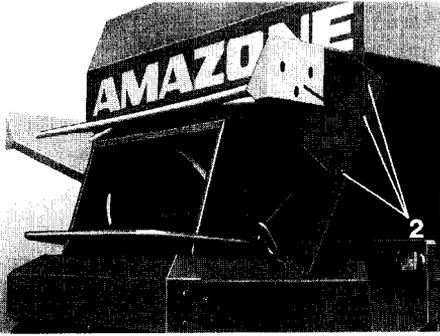
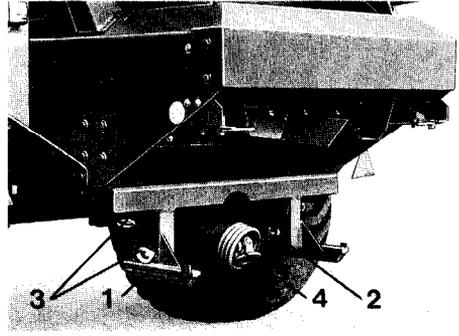
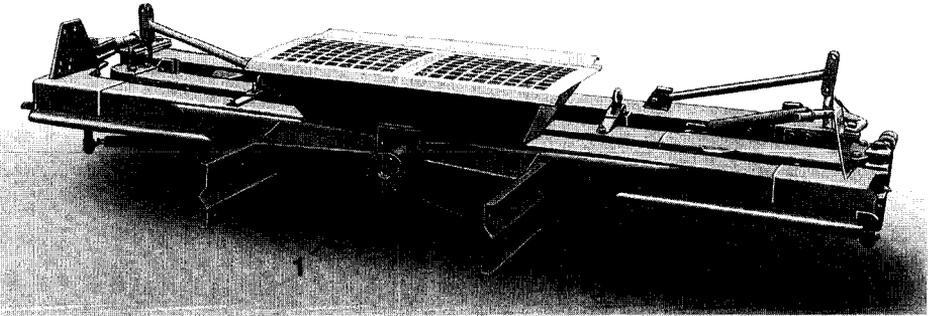
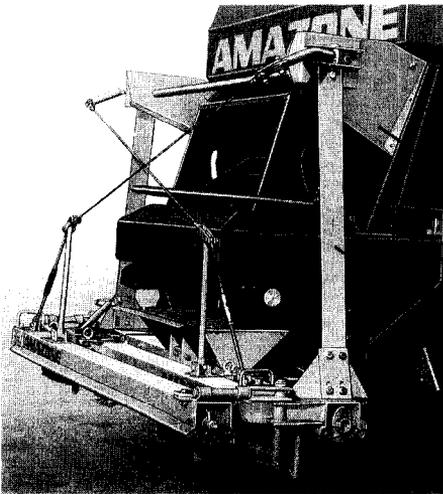

Fig. 74
Fig. 75
Fig. 76
Fig. 77
Zur Befestigung der Streuschnecke am ZG-B ist zunächst die Halterung (Fig. 74/1) mit jeweils 3 Skt.-Schrauben (Fig. 74/2) am Kasten des Großflächenstreuers anzuschrauben. Die Streuschnecke wird dann bis zum Anschlag in die Schnellkupplung (Fig. 75/1) des Großflächenstreuers eingeschoben. Die Streuschnecke ist mit Knebelschrauben (Fig. 75/2) und Ringmuttern (Fig. 75/3) zu sichern. Die Tragarme (Fig. 77/1) sind links und rechts an der Halterung (Fig. 77/2) so zu befestigen, daß die Streuschnecke waagrecht zur Aufstandsfläche hängt.
Die Gelenkwelle (Fig. 75/4) auf den Flansch (Fig. 76/1) des Streuschneckengetriebes aufstecken und mit drei Skt.-Schrauben fest anziehen.
**Achtung!** Der Großflächenstreuer darf **nicht** mit der Zapfwelle angetrieben werden, wenn die Streuschnecke abgebaut ist. Die unter dem Großflächenstreuer verlaufende, freihängende Gelenkwellenhälfte (Fig. 75/4) könnte zerstört werden. Gegebenenfalls ist die Gelenkwellenhälfte zu demontieren.